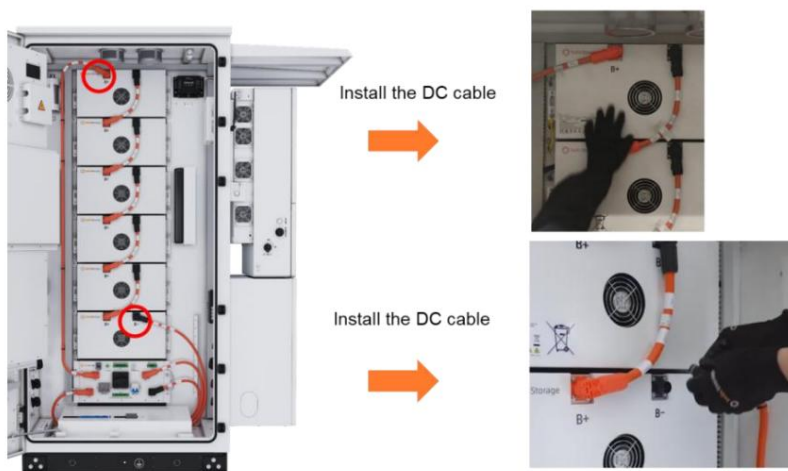

Figure 7-36 Schéma des câbles d'alimentation dans le compartiment de la batterie
2. Installez le câble d'alimentation CC en respectant les couleurs et en vous référant à la figure 7-36. Lors du branchement du